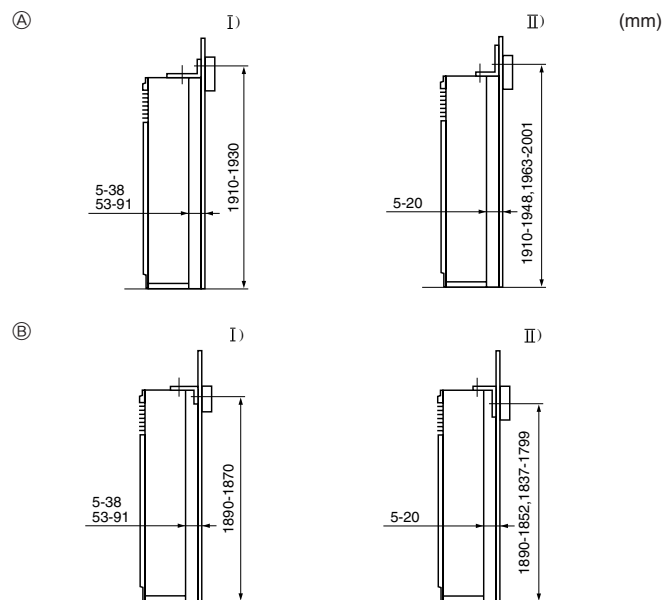

Fig. 3-3
① Soporte antibasculante
El soporte antibasculante ① se fija en la superficie superior de la unidad. Saque los tornillos ② y vuelva a colocar el soporte como muestra la ilustración. Con respecto a las distancias de instalación apropiadas, consulte la Fig. 3-3.
3.3. Montaje del soporte antibasculante (Fig. 3-3)